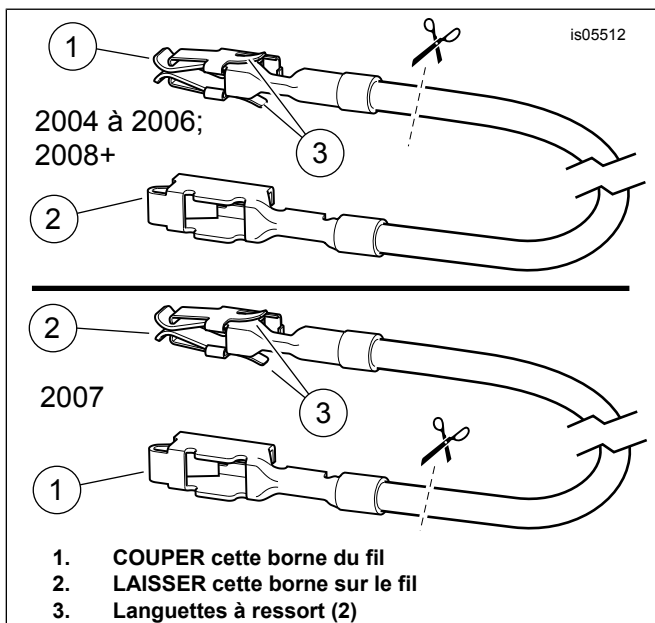

Figure 4. Fil adaptateur de bloc fusibles (modèles FL Touring)
- a. **Modèles de 2004 à 2006** : Voir Figure 4. (Vue de dessus). Bien noter la borne à chaque extrémité. Seule la borne SANS les languettes à ressort convient à la cavité de fusible. Couper avec soin la borne AVEC les languettes à ressort du fil et la jeter.
- b. **Modèles 2007** : Voir Figure 4. (Vue de dessous). Bien noter la borne à chaque extrémité. Seule la borne AVEC les languettes à ressort convient à la cavité de fusible. Couper avec soin la borne SANS les languettes à ressort du fil et la jeter.
- c. **Modèles de 2008 à 2013** : Voir Figure 4. (Vue de dessus). Bien noter la borne à chaque extrémité. Seule la borne SANS les languettes à ressort convient à la cavité de fusible. Couper avec soin la borne AVEC les languettes à ressort du fil et la jeter.